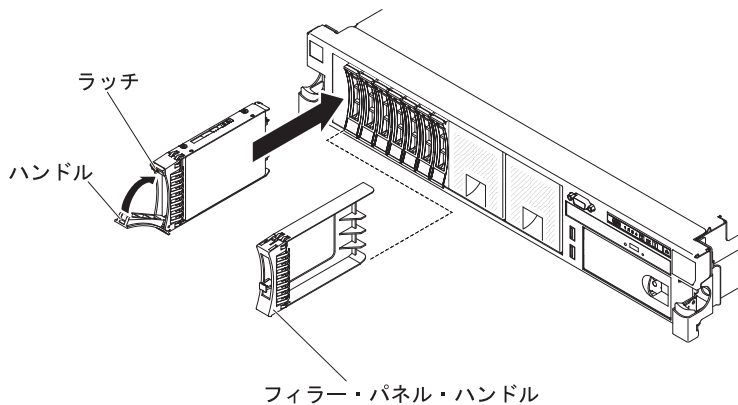

図 88. SAN ボリューム・コントローラー 2145-DH8 ブート・ドライブの交換
4. 図 88 に示すように、ディスク・ドライブ・ハンドルが開 (アンロック) 位置にあることを確認します。